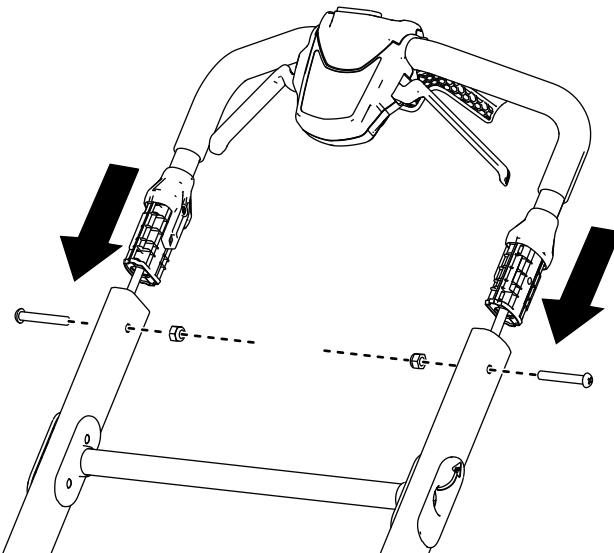

Bild 4
1. Bringen Sie die obere Holmbaugruppe am unteren Holm an und sichern Sie ihn mit zwei Schrauben und zwei Sicherungsmuttern, wie in Bild 4 dargestellt.